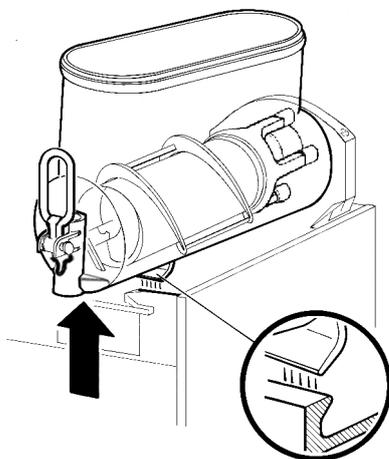
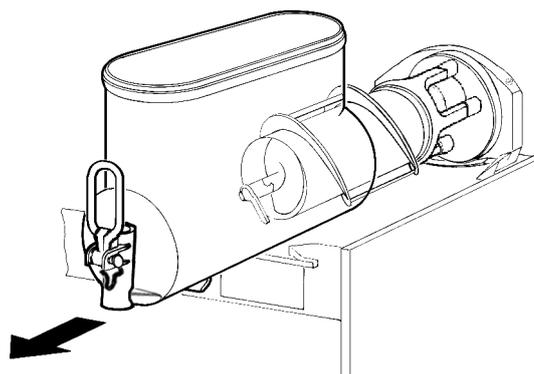

Bild 6
Bild 7
**2** Den Behälter abmontieren. Dazu den unteren Teil (auf der Seite des Hahns) leicht nach oben drücken, um die unteren Befestigungshaken zu lösen (Bild 6) und den Behälter anschließend von vorne herausziehen (Bild 7).